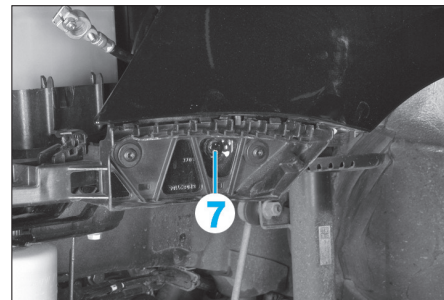
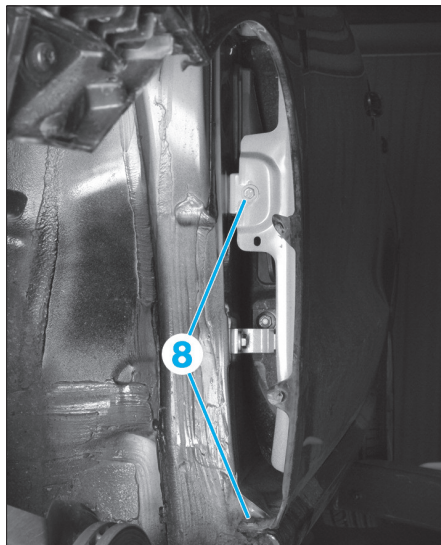
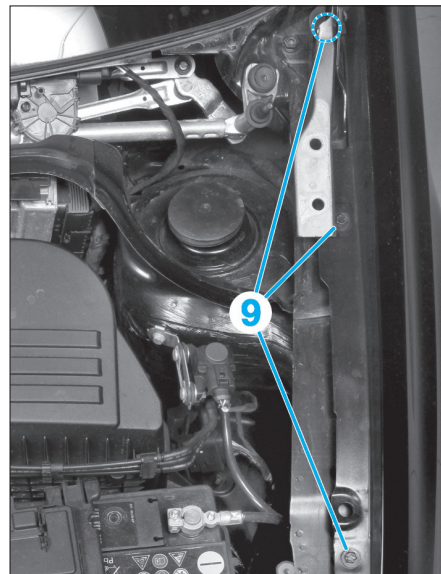

FIG. 118
FIG. 119
FIG. 120
- les vis de fixation (7), (8) et (9) (Fig.118), (Fig.119) et (Fig.120),